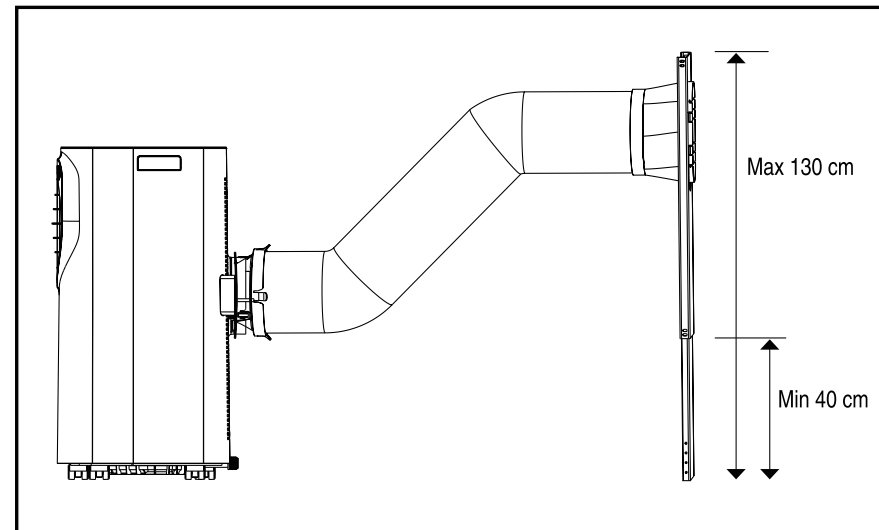

Fig. 7
- L'aria calda deve fuoriuscire da muri o finestre. Se l'uscita del condotto si trova su una parete, deve essere a un'altezza compresa tra 40 e 130 cm (Fig. 7).